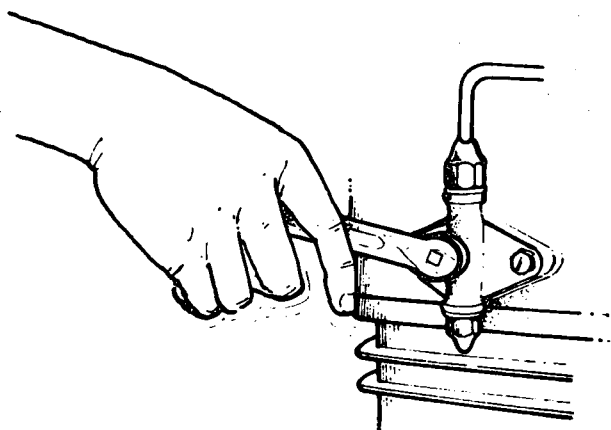

Fig. 1
- c Retire o niple tampão (fig. 1).